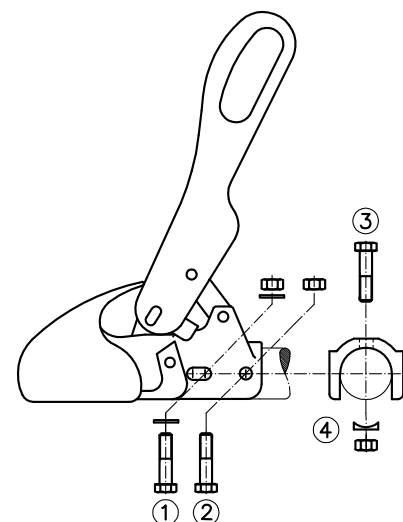

Bild 3 : Anslutning
Kulkopplingarna WS 3000-H/L/LB är specialutföranden för påskjutsbromsar och monteras med korsförskruvning (1)+(3) och ett hålavstånd på **40 mm** (bild 3). Monteringsmaterialet ingår inte i leveransen.
2.2 Om kulkopplingen WS 3000/3500 monteras som ersättning för en annan kopplingstyp, är det för påskjutsbromsens funktion viktigt, att stötdämparen åter byggs in enligt gällande föreskrifter och att eventuella distansrör i dragröret monteras på rätt sätt. Vid WS 3000-D använd de medlevererade bultarna med \varnothing 12x34 mm eller \varnothing 12x49 mm som hjälpmedel, beroende på dragstångens diameter. Vid WS 3500-D \varnothing 14x63 mm. Använd de medlevererade bultarna \varnothing 2x34 mm eller \varnothing 12x49 mm som hjälpmedel, beroende på dragstångens diameter. Använd bultarna som drivare för monteringskruven (2) eller (3) (bild 3) beroende på hur stötdämparen är monterad och låt dem sitta kvar i tryckstången medan kulkopplingen demonteras/monteras för centrering av stötdämparen i dragröret. Avlägsna bultarna igen när den nya monteringskruven förs igenom.